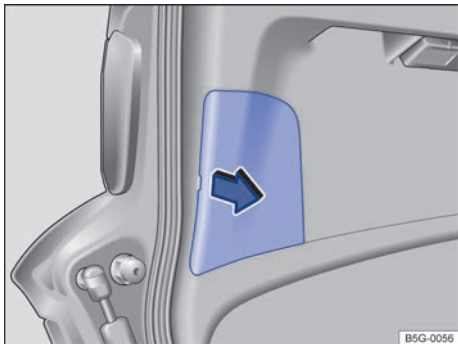

Fig. 226 En el portón trasero: retirar la tapa.
3.	Desmonte la tapa con cuidado en el sentido de la flecha, si fuera necesario haciendo palanca con la punta plana del destornillador de las herramientas de a bordo ⇒ fig. 226.